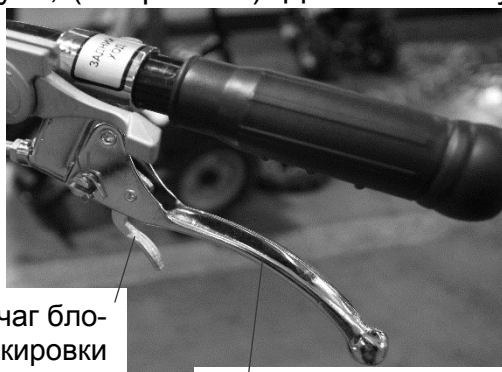

Рис. 17
5. При необходимости движения задним ходом пользуйтесь рычагом на правой ручке руля, (см. рис. 17). Для этого отпустите рычаг сцепления на левой ручке руля, чтобы мотоблок остановился, для включения заднего хода прижмите рычаг блокировки к большому и нажмите большой рычаг.